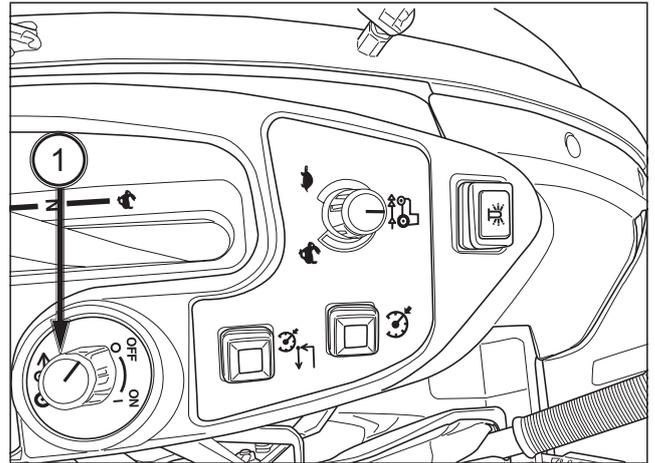

FIG. 87
FIGS. 87 & 88: El interruptor de tracción a las 4 ruedas (1) conecta y desconecta la tracción del eje delantero. Con el interruptor en ON, el eje delantero (4WD) está engranado, y la potencia está disponible para ambos ejes delanteros y traseros, al mismo tiempo, la luz indicadora de 4WD (2) en el conjunto de luces indicadoras se encenderá. Con el interruptor en OFF, el eje delantero está desacoplado y la luz indicadora de la tracción en las 4 ruedas se apaga. Para aumentar la fuerza de frenado, cuando se pise el pedal de freno o se aplique el freno de estacionamiento, el tractor conectará la tracción a las 4 ruedas automáticamente.